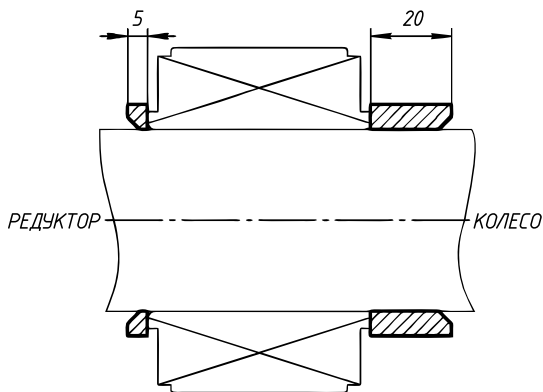

Рис. 2
- 1- Наденьте на цапфу кольцо 5 мм [1], фаской к редуктору (рис.2).
- 2- Установите ступицу в сборе на цапфу, установите кольцо 20 мм фаской к колесу [8] (рис.2).